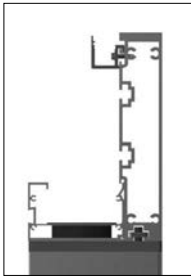
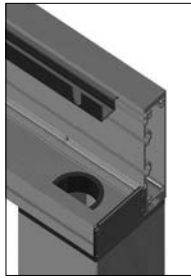

Abb. 57
Abb. 58
- » außenliegenden Regenrinnen erhalten runde Einlaufstutzen (ca. Ø50 + ca. Ø60mm) (siehe Abbildung 57 bis Abbildung 58)